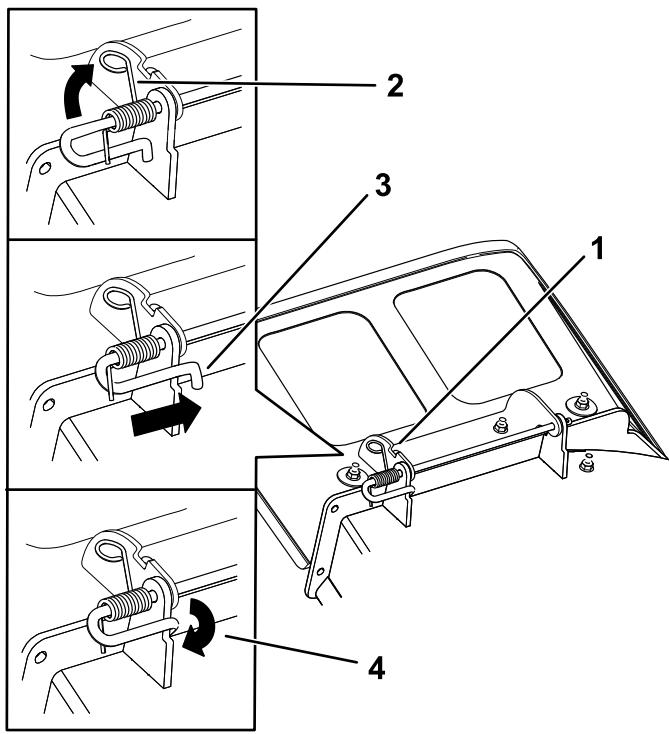

Figura 69
3. Coloque el nuevo deflector de descarga con los extremos de los soportes entre los soportes soldados de la carcasa, según se muestra en Figura 69.
5. Coloque el muelle en la varilla según se muestra en Figura 69, de manera que el extremo corto del muelle suba desde debajo de la varilla antes de la curva y pase por encima de la varilla después de la curva.
6. Levante el extremo del muelle que tiene bucle y colóquelo en la muesca del soporte del deflector (Figura 69).
7. Fije el conjunto de varilla y muelle torciéndolo de manera que el extremo corto de la varilla pueda colocarse detrás del soporte delantero que está soldado a la carcasa (Figura 69).